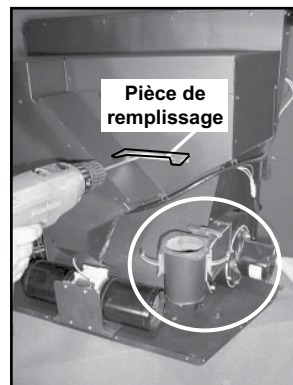

Figure 20.2
1. Retirez l'adaptateur supérieur de ventilation du conduit de transition du système d'évacuation des gaz. **Figures 20.2 et 20.5.**